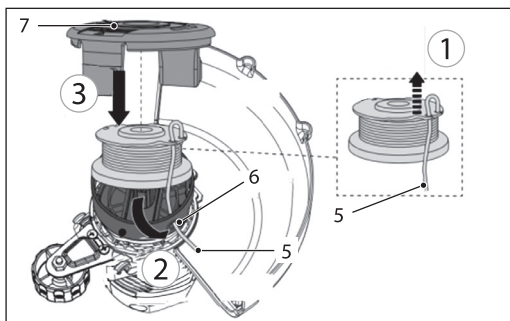

Рис. 4
6. Проденьте триммерную леску (5) через пазы (рис. 4, шаг 1).
7. Проведите леску через ушко (6) (рис. 4, шаг 2).
8. Вставьте триммерную катушку в корпус (7) (рис. 4, шаг 3). Поверните триммерную катушку, пока она не зафиксорируется.
9. Установите крышку (7) на место и убедитесь, что она надежно зафиксирована.